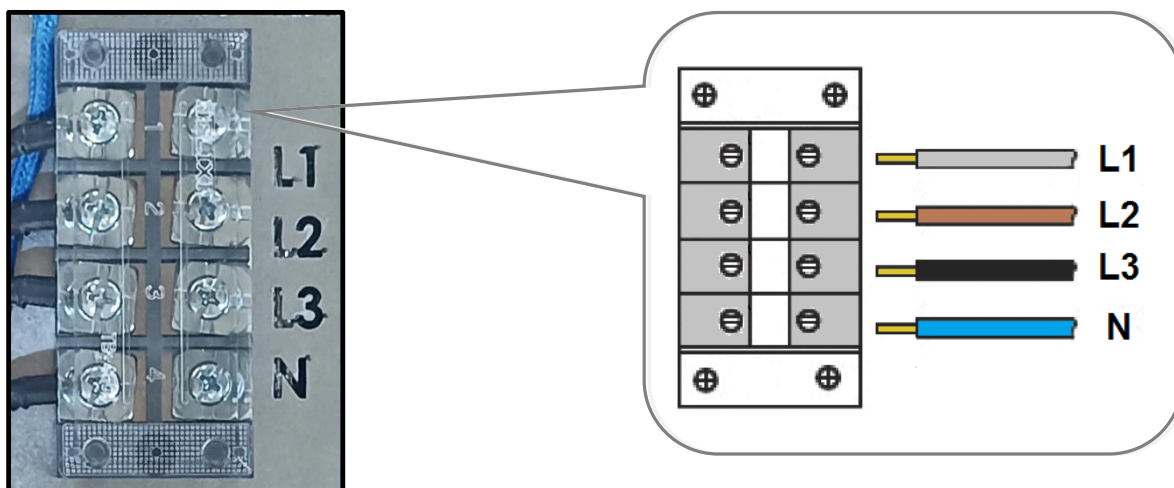

Рис. 10 Трёхфазное подключение
- Подключите все жилы кабеля к контактным выводам (клеммной колодке) электродотла (См. Рис. 10 и Рис. 11).